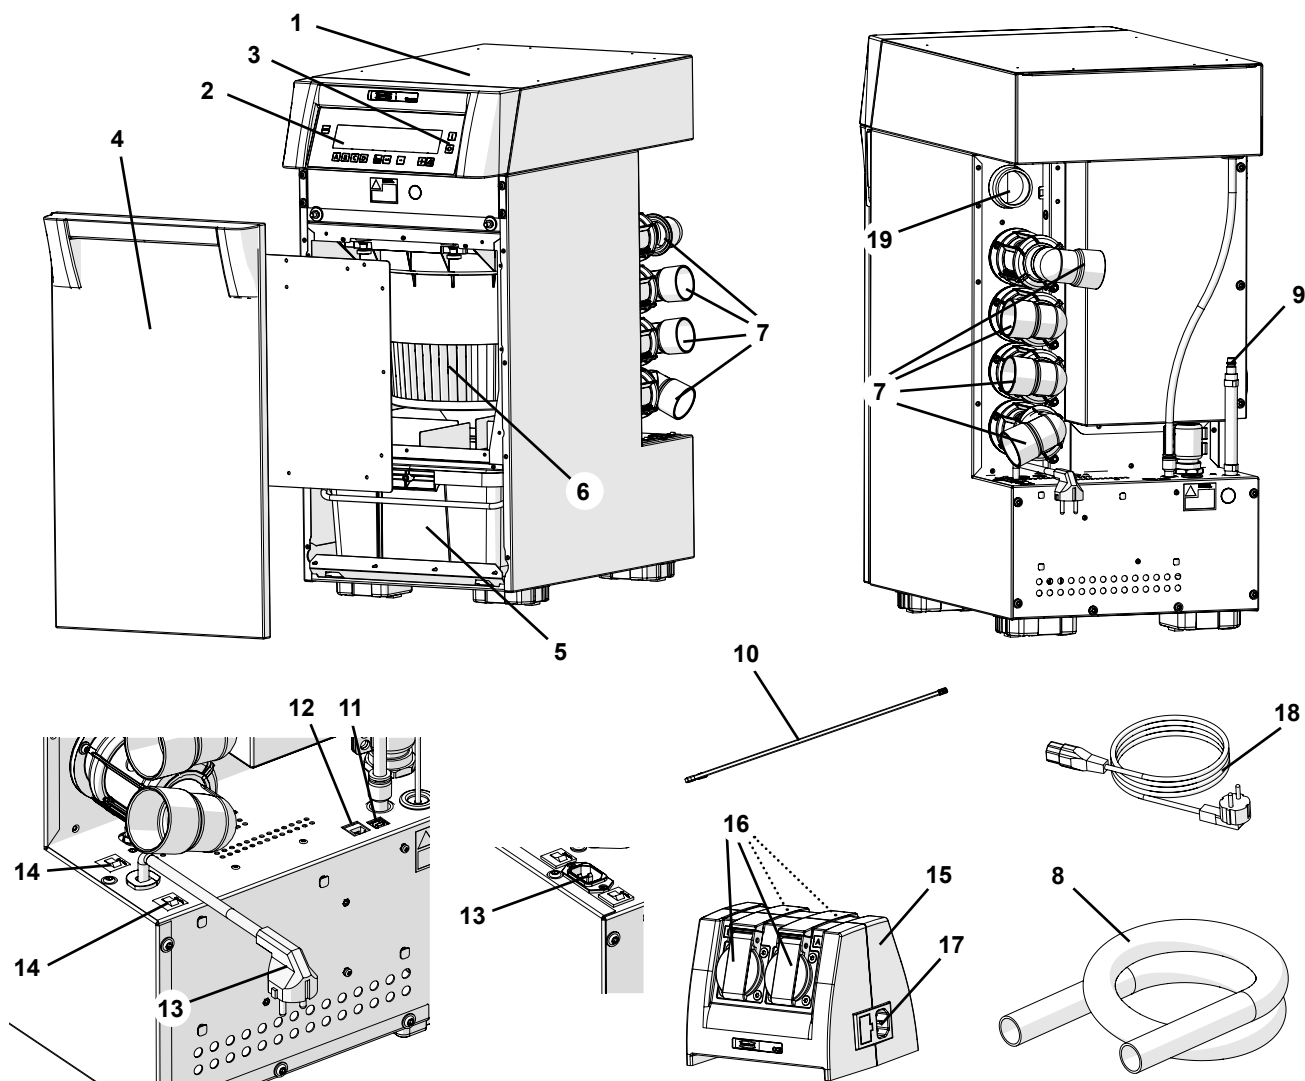

Рис. 1
- ▶ Штепсельные розетки на Quattro Control-Box (15, рис.1) предназначены только для целей, указанных в инструкции по эксплуатации. Подключение других электроприборов может привести к материальному ущербу.
⇒ Шланг охлаждающего воздуха вставить в гнездо для охлаждающего воздуха (19, рис. 1).
⇒ Аппарат выключать с помощью включателя / выключателя (3, Рис. 1).
На устройстве сбоку прочно закреплен шланг сжатого воздуха (9, рис. 1).